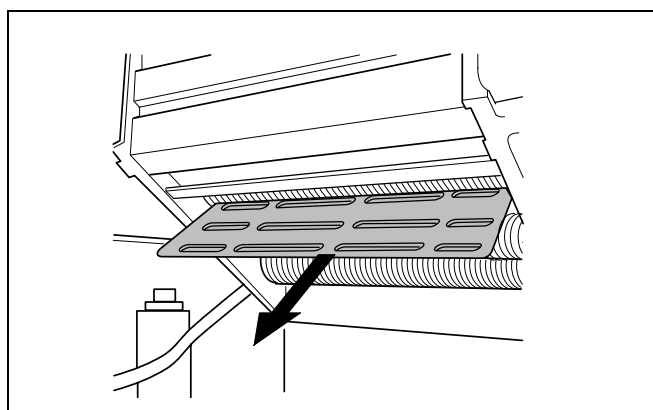

Fig. 37 Placă de retenție
- Se scoate placa de retenție (fig. 37).
- Apoi se scoate placa de retenție (fig. 37) și se îndepărtează eventualele particule de impurități.